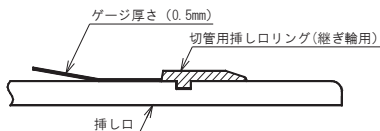

図91 挿し口外面からの浮き量チェック
- ③ 切管用挿しロリング (継ぎ輪用) が浮き上がっていないことを、切管用挿しロリング (継ぎ輪用) と挿し口外面との間に0.5mmの隙間ゲージが全周にわたって入らないことにより確認する (図91)。ゲージが入る場合はシャコ万力を取り外し②の作業を再度行う。
⑥ 全てのシャコ万力を取り外す。
⑦ 再度、切管用挿し口リング（継ぎ輪用）が浮いていないことを、切管用挿し口リング（継ぎ輪用）と挿し口外面との間に0.5mmの隙間ゲージが全周にわたって入らないことにより確認する（図91参照）。